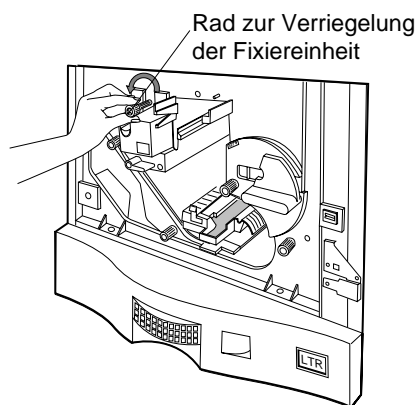

Abbildung 4-34 Freigeben der Druckschraube für die Fixiereinheit
2. Drehen Sie das Arretierungsrad für die Fixiereinheit mehrmals gegen den Uhrzeigersinn, um die Fixiereinheit freizugeben, wie in Abbildung 4-34 gezeigt.